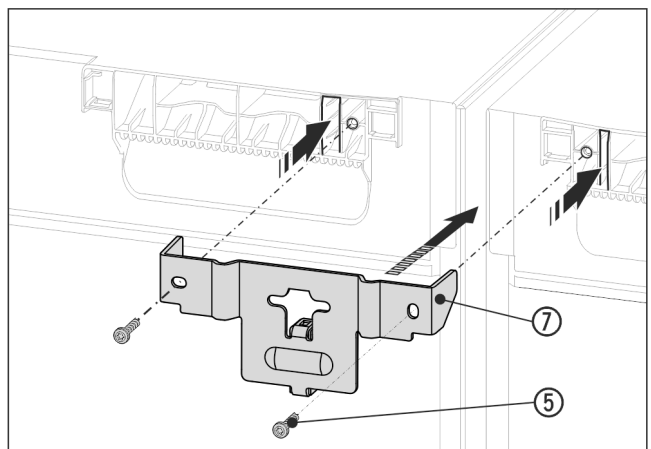

Fig. 15 Shembull ilustrues
- ▶ Shtyni profilin Fig. 15 (7) me pjesën distancuese midis pajisjeve dhe futeni me gjuhëzat në tavanet e pajisjeve. Mbërthejeni fort me 2 vidat Fig. 15 (5).